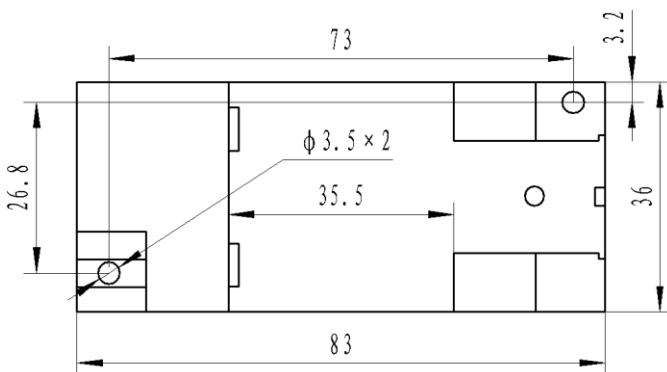

图 4、MS3 外形安装尺寸图
产品采用 DIN35 导轨式安装或螺钉固定安装,其安装尺寸如图 4 所示(单位 mm)。
- ①把变送器固定卡槽一侧勾在安装导轨上;
- ②向下牵动弹簧销;
- ③使变送器卡口套在安装导轨上;
- ④松开弹簧销,变送器卡在安装导轨上。
- ①按图 4 所示的螺孔位置在固定板上打直径为 3mm 孔;
- ②使用 $\Phi 3$ 的螺钉插入孔中固定。